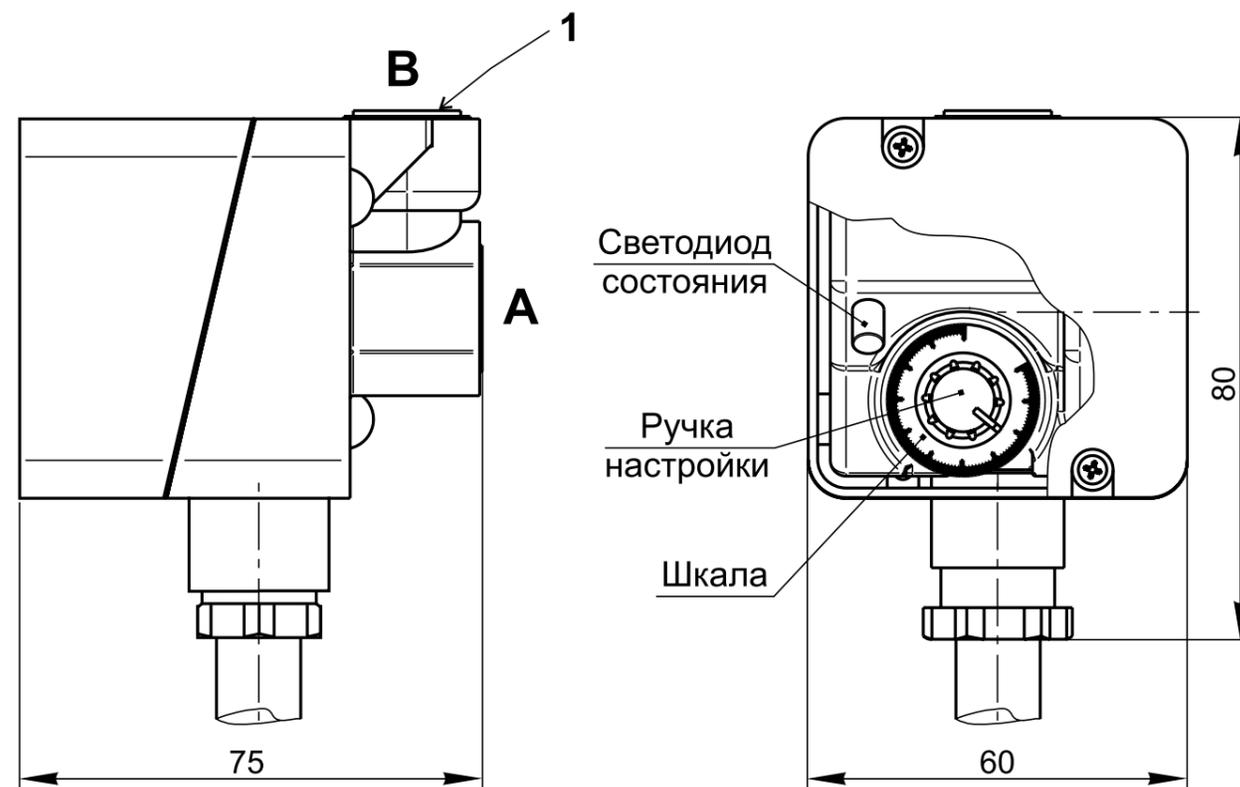

Рис. 26-5. Габаритные размеры датчиков-реле давления серии ДРД электронного типа
6. Датчики-реле давления электронного типа подключаются к газовой системе с помощью резьбовых (G1/4) отверстий А и В. При этом, если давление подаётся через отверстие А, отверстие В закрывается заглушкой 1 и наоборот (рис. 26-5).